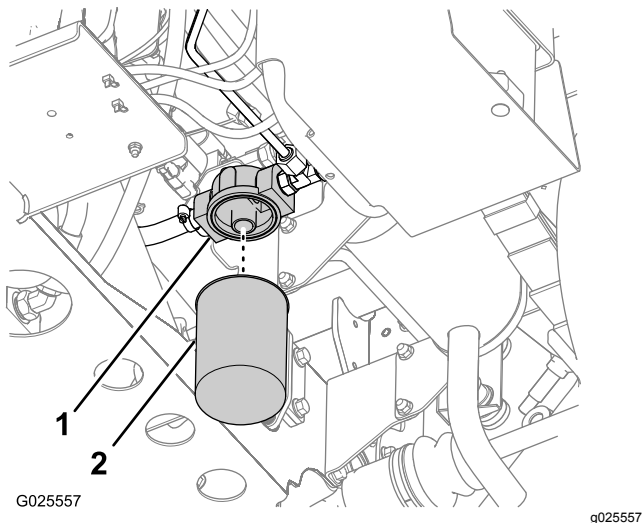

Figura 81
2. Limpe a zona em torno da montagem do filtro (Figura 81).
3. Coloque um recipiente de escoamento debaixo do filtro (Figura 81).
4. Retire o filtro rodando-o no sentido contrário ao dos ponteiros do relógio (Figura 81).
5. Limpe a superfície de encaixe do filtro do adaptador do filtro (Figura 81).
7. Enrosque o filtro no adaptador do filtro até a junta do filtro entrar em contacto com a superfície de encaixe do adaptador (Figura 81) e depois aperte o filtro mais 1/2 volta (Figura 81).